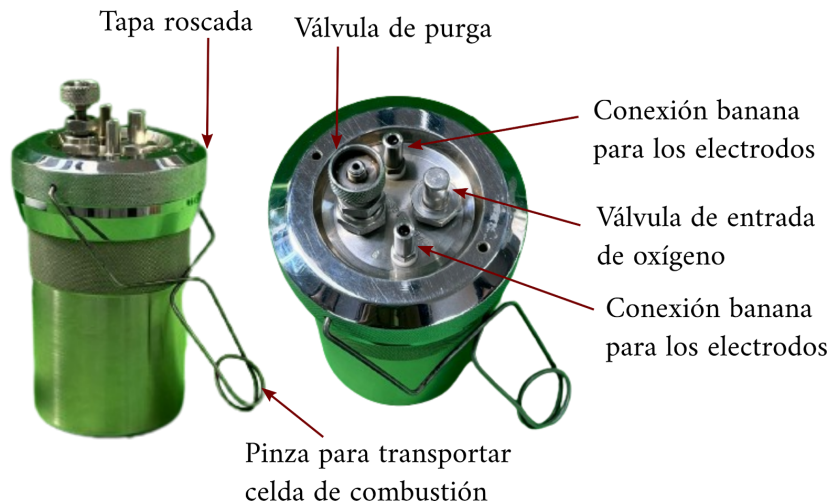

Figura 3.- Descripción de la celda de combustión.
Figura 3.- Antes de colocar la tapa roscada debe verificar que el empaque de neopreno o O-ring quede en la parte interior como se muestra en la imagen. Una vez que se hace presión con las manos no debe verse el empaque.
- Su profesor o profesora debe revisar que la celda esté correctamente cerrada antes de colocar la tapa roscada, como se indica en la Figura 3.